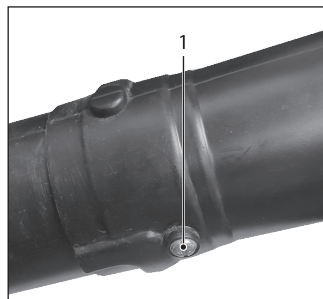

Рис. 5
5. Для модели GS-63-PRO: дополнительно зафиксируйте соединение с помощью винта 1 (рис. 5).